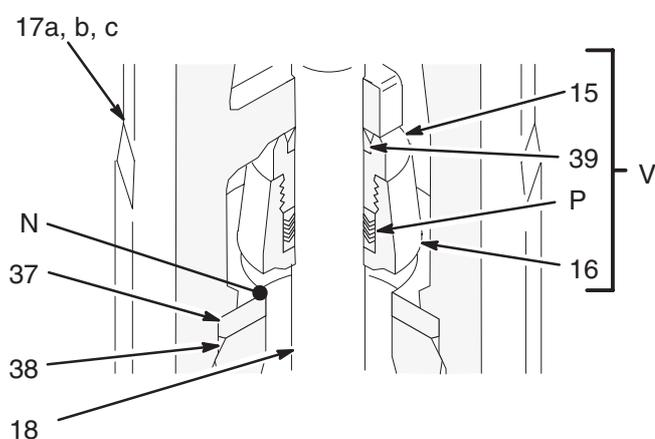
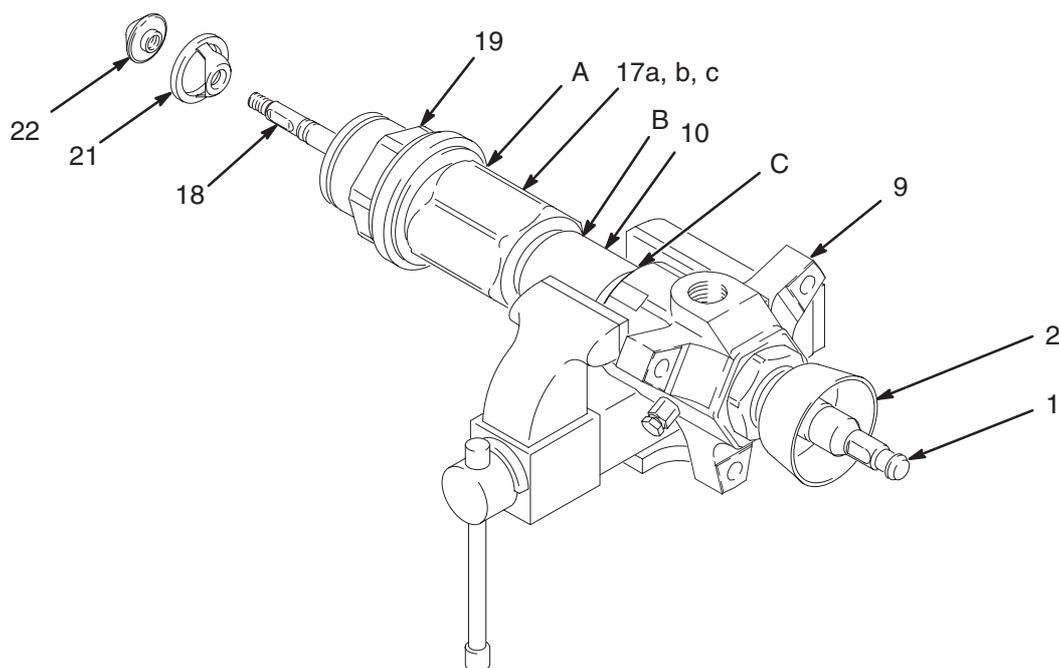
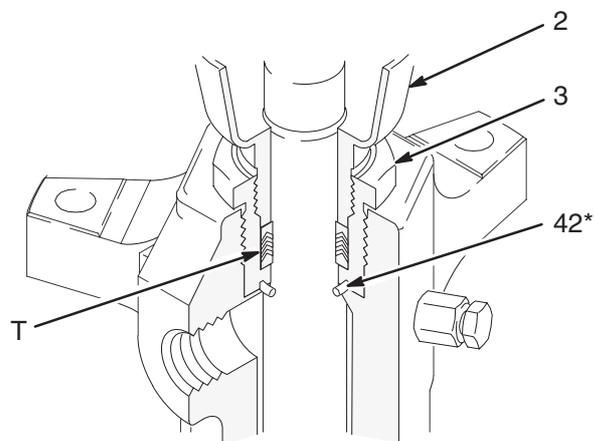

Fig. 7
Fig. 8
Fig. 10
1. Désaccoupler le bas de pompe du moteur comme indiqué en page 18. Placer le bas de pompe dans un étau en plaçant le collecteur de sortie (9) comme indiqué en Fig. 8.
2. Maintenir les méplats de la tige du piston d'amorçage (18) à l'aide d'une clé à molette et à l'aide d'une seconde clé, dévisser le siège du piston d'amorçage (22) de la tige. Séparer le piston d'amorçage (21) de la tige en le faisant coulisser. Vérifier que les surfaces internes et externes du piston (21) ne sont pas entaillées, usées ou détériorées.
3. Desserrer l'écrou de presse-étoupe (2) à l'aide de la clé (109) fournie.
4. À l'aide d'une clé à tube placée sur la partie hexagonale du cylindre d'entrée (19), séparer celui-ci du corps de clapet de pied (17) en le dévissant. Les points de séparation de la pompe peuvent être en A, B ou C. Voir la Fig. 8.
**REMARQUE:** Ces instructions sont rédigées sur le principe de séparation de la pompe au point A. Si la séparation survient aux points B ou C, la démonter à ce niveau, placer le corps du carter d'admission (17) dans un étau et passer au point 5.
5. Dévisser le corps du clapet de pied (17) du cylindre (10). Retirer le corps du cylindre. L'ensemble du clapet anti-retour (V, voir Fig. 7) doit glisser le long de la tige du piston d'amorçage (18) quand vous retirez le corps du clapet de pied. S'il ne glisse pas facilement, frapper fermement sur le dessus du corps (17) avec un maillet en caoutchouc pour le dégager.
- Sortir le siège d'aspiration (37) et le joint (38) du fond du corps du clapet de pied (17). Veiller à ne pas laisser tomber l'ensemble clapet anti-retour (V) quand il est dégagé, et le conserver pour un remontage ultérieur. Voir la Fig. 7.
**REMARQUE:** Si la dépose du siège (37) s'avère difficile, introduire un marteau et une tige en laiton dans la partie supérieure du collecteur (17) puis retirer le siège.
- À l'aide d'un maillet en caoutchouc, faire sortir la tige de piston (1) et la tige de piston d'amorçage (18) du collecteur de sortie (9) et du cylindre (10). Vérifier que les surfaces externes des tiges ne sont pas détériorées en passant un doigt sur la surface.
- Dévisser l'écrou de presse-étoupe (2). Dévisser le manchon porte-joints (3) puis retirer le joint (42). Retirer les joints de presse-étoupe (T). Voir la Fig. 10.
13. Pour démonter l'ensemble de clapet anti-retour d'aspiration (V), serrer le corps du clapet de pied (16) dans un étau et dévisser l'écrou de presse-étoupe (15). Retirer le joint (39) de l'écrou, puis les bagues et les garnitures (P) du corps du clapet. Vérifier que les surfaces de contact (N) du corps du clapet de pied (16) et du siège (37) ne portent aucune trace de détérioration ou d'usure. Voir les Fig. 7 et 13.
**REMARQUE:** Le joint (39) est pris dans l'écrou (15) et il se peut qu'il faille le couper pour pouvoir le retirer.
14. Dévisser le bouchon de la vanne de purge (20) complètement du corps de la vanne (29). Nettoyer les filets de la vanne et l'orifice de purge. Il n'est pas nécessaire de retirer le corps de la vanne du collecteur de sortie de la pompe (9).